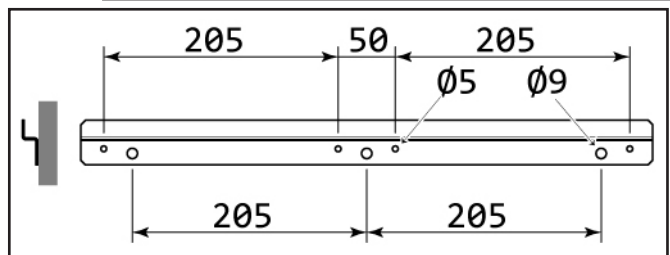

Fig.3 - Trous et positionnement de l'étrier mural
- Utiliser l'étrier fourni comme masque pour marquer les trous sur le mur comme indiqué sur la Fig.3.
- Faire 3 trous Ø10mm de 65mm de profondeur comme indiqué sur la Fig.3. En alternative, on peut appliquer des vis plus petites (non fournies) en utilisant les quatre trous Ø5.